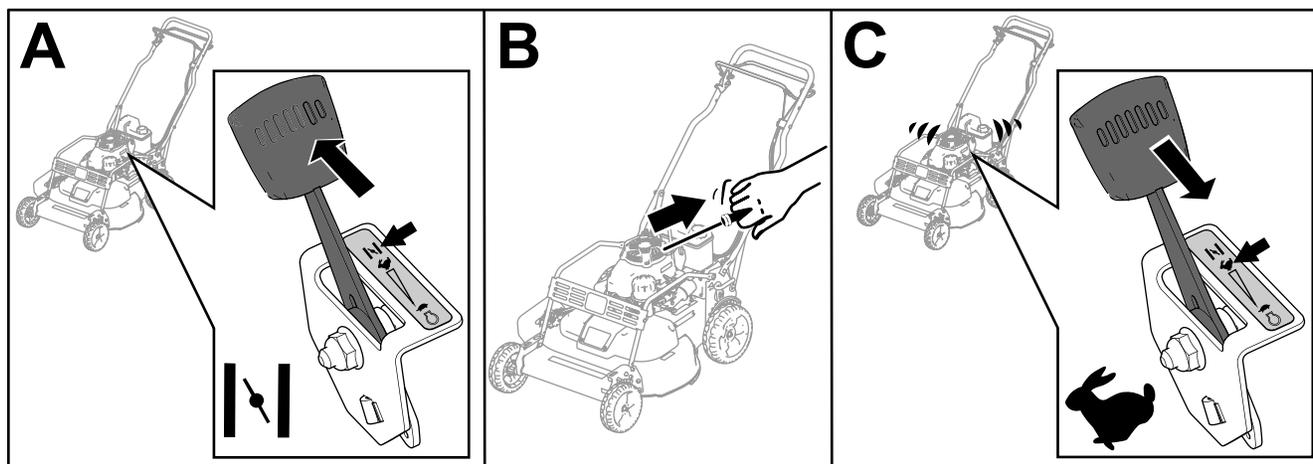

Рисунок 15
3. Установите регулятор дроссельной заслонки в положение СНОКЕ (Заслонка) (вид А на Рисунок 15).
4. Без усилия потяните на себя рукоятку механического стартера до ощущения сопротивления, после чего энергично потяните рукоятку на себя (вид В на Рисунок 15).
5. После запуска двигателя переведите регулятор дроссельной заслонки в положение FAST (БЫСТРО) (вид С на Рисунок 15).